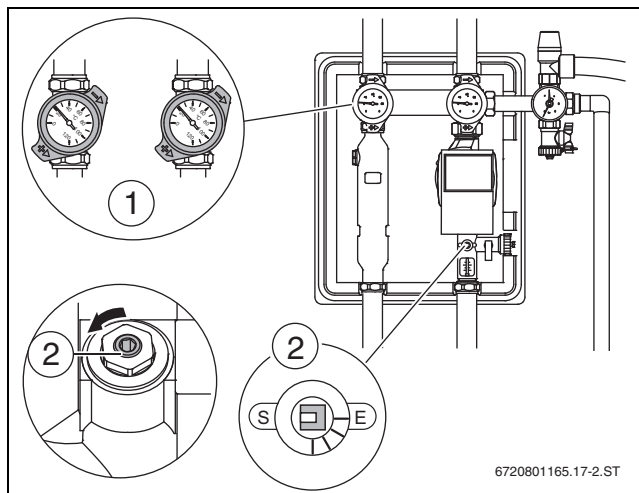

Рис. 37 Открытые запорные устройства
- ▶ Установите шаровые краны (→ рис. 37, [1]) на термометрах на 45° и откройте ограничитель потока (→ рис. 37, [2]), а также другие запорные устройства.